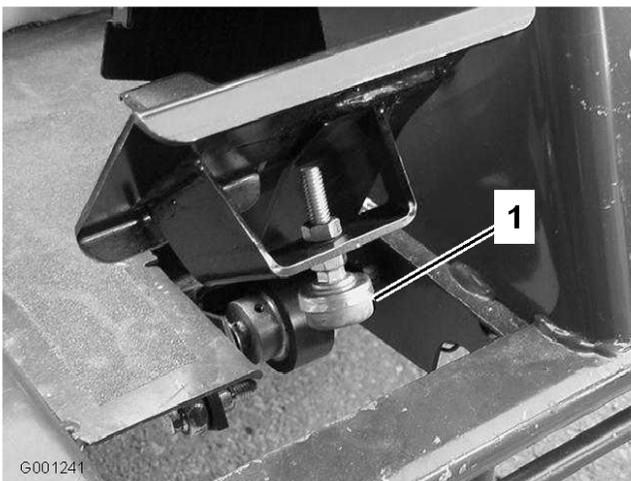

図 65
1. 走行ペダルの調整状態を調べる。ポンプがフル・ストロークに達する直前に、ペダル・ストップ (図 65) が床に当たればよい。